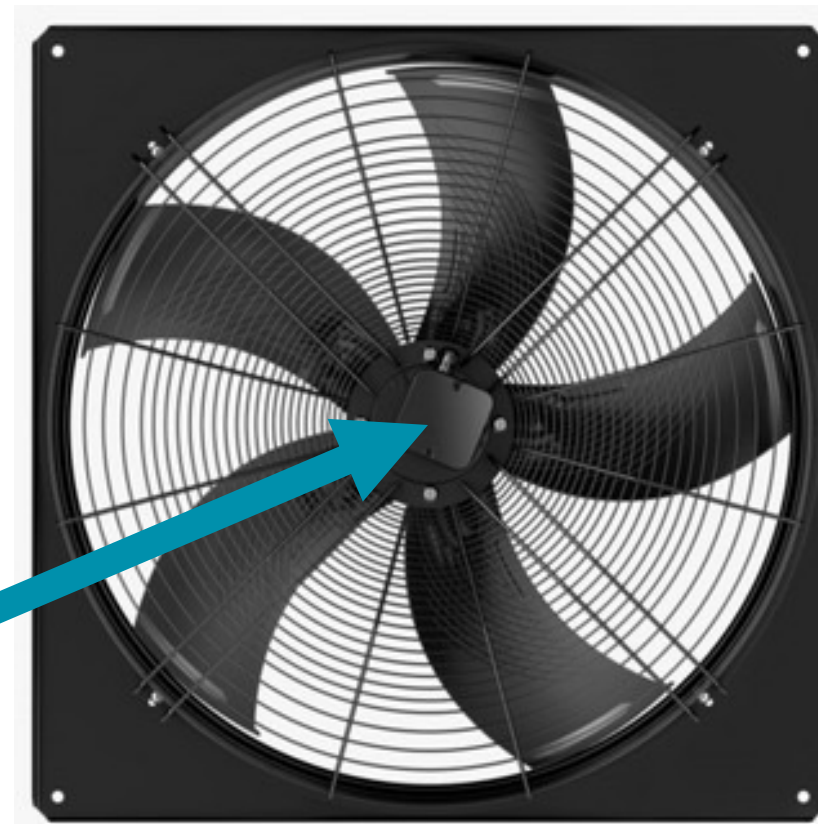

Figura 5 - Ventilador axial Ø800mm
- Os ventiladores 3~ são 220/380V, para alteração de ligação se faz necessário a abertura da caixa elétrica do ventilador conforme Figura 5.